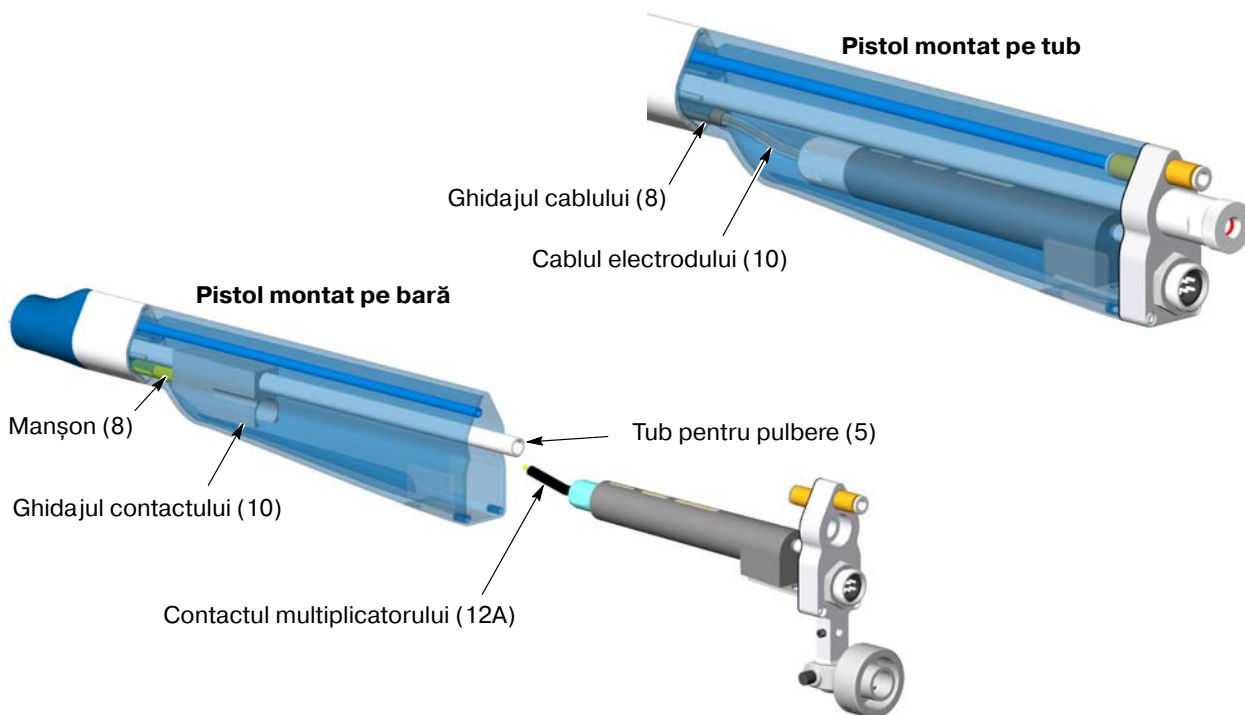

Figura 34 Instalarea multiplicatorului: Treapta 6
Pistoale montate pe bară: A se vedea Figura 34. De la capătul deschis al carcaserii multiplicatorului, instalați ghidajul contactului pe tubul pentru pulbere. Împingeți ghidajul contactului în carcasă până când se așează pe manșonul (8). Contactul ar trebui să fie vizibil la capătul deschis al ghidajului contactului când este corect instalat.
Pistoale montate pe tub: A se vedea Figura 34. Când cuplați ansamblul radiator/multiplicator pe carcasă, asigurați-vă de culisarea liberă a cablului electrodului (10) prin ghidajul cablului.
Pistoale montate pe bară: A se vedea Figura 34. Asigurați-vă că vârful contactului multiplicatorului (12A) culisează în ghidajul contactului (10) din interiorul carcasei.